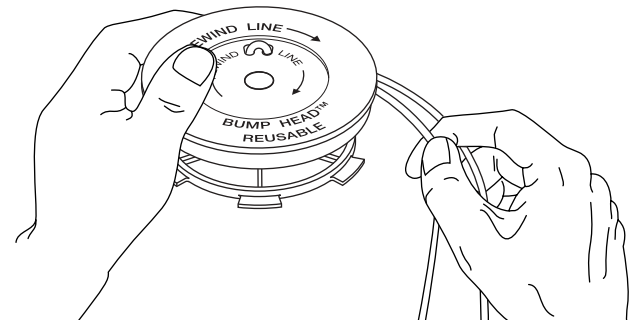

Fig. 17
7. Enroulez les fils en couches uniformes serrées sur le moulinet (Fig. 17). Enroulez le fil dans le sens indiqué sur le moulinet intérieur. Placez votre index entre les deux fils pour les empêcher de se superposer. Ne superposez pas les extrémités du fil. Passez à l'étape 11.
8. Découpez environ 3 m (10 pi) de fil neuf. Insérez une extrémité de fil dans l'un des deux trous du moulinet intérieur (Fig. 17). Tirez le fil jusqu'à ne laisser que 10 cm (4 po) environ.